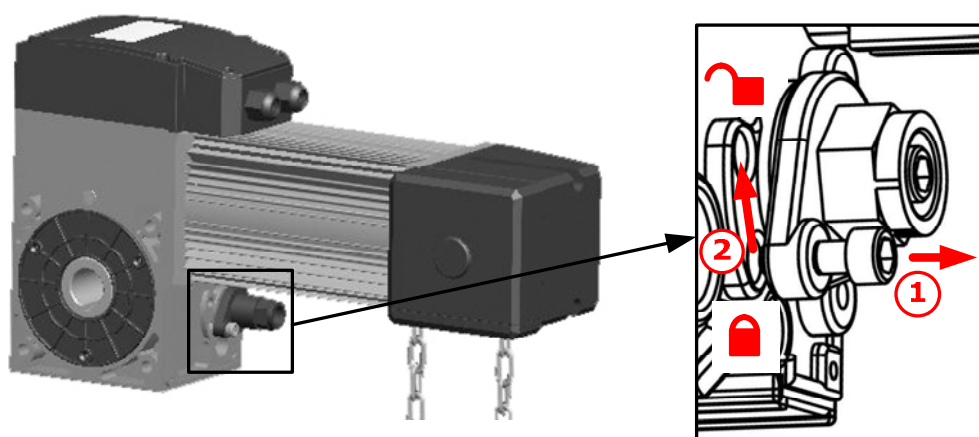

Рис. 4. Ручная разблокировка
Для выполнения разблокировки (Рис. 4) необходимо открутить на конце поворотного рычага стопорный винт до выхода последнего из фиксирующего отверстия в корпусе привода (1). Затем с помощью рожкового ключа повернуть рычаг на  $\sim 45^\circ$  до попадания при закручивании стопорного винта в следующее фиксирующее отверстие (2). Чтобы вернуть привод в заблокированное состояние необходимо проделать обратные действия.